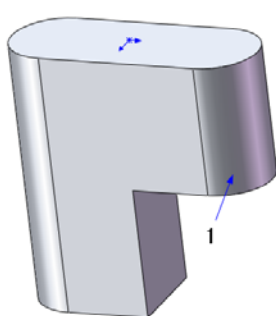
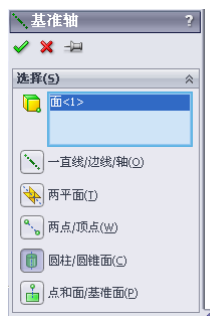

图 4-31 打开的文件实体
图 4-32 “基准轴”属性管理器
(1) 执行“基准轴”命令。选择菜单栏中的“插入”→“参考几何体”→“基准轴”命令，或者单击“参考几何体”操控板中的（基准轴）按钮，此时系统弹出“基准轴”属性管理器。
(2) 设置属性管理器。在“第一参考”选项框中，选择如图 4-31 所示的面 1。“基准轴”属性管理器设置如图 4-32 所示。